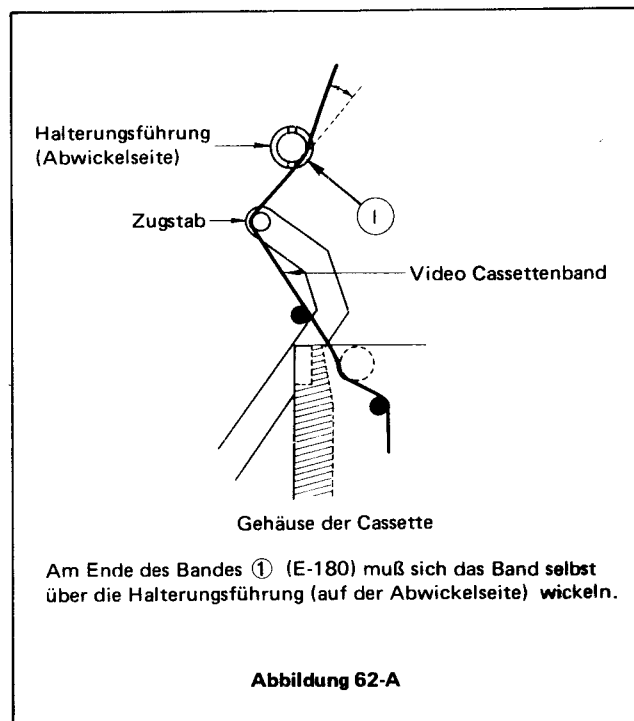

Abbildung 62-A
Die Schraube ② der Abbildung 62-B etwas lösen und den Zugbandwinkel in Pfeilrichtung ④ schieben. Danach die Schraube ② wieder festziehen.